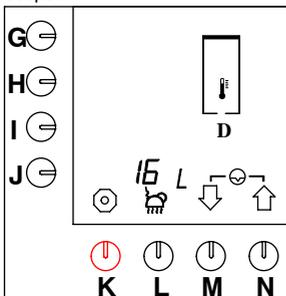

Fig. 54 Reimpostazione del contatore dei giorni dell'impianto HW
- Premere il tasto di selezione (M.) $\downarrow$  fino a che sullo schermo viene visualizzato quanto illustrato nella fig. 54 .